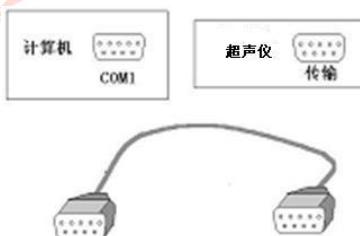

图 8.15 接线方式示意
A) 进行文件传输之前需要按图 8.15 用我们提供的专用串口线将计算机与超声仪连接起来。需要注意连接计算机端的串口号，根据实际情况在超声仪文件目录框中进行设置。